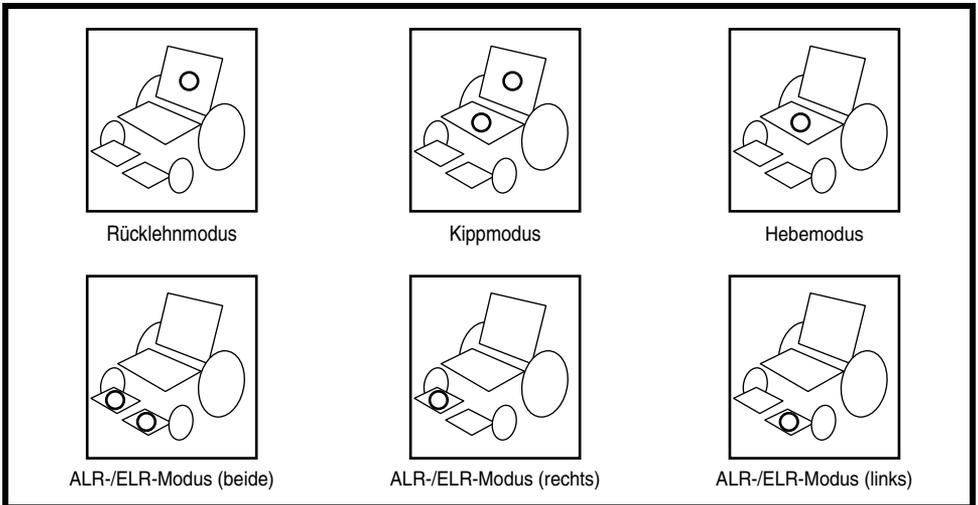

Abbildung 16. Stellantriebsmodi (Remote Plus)
3. Bewegen Sie den Steuerknüppel nach rechts, um durch die verfügbaren Stellantriebe zu blättern, bis der gewünschte Stellantrieb auf der Stellantriebsanzeige leuchtet. **Siehe Abbildung 16.**